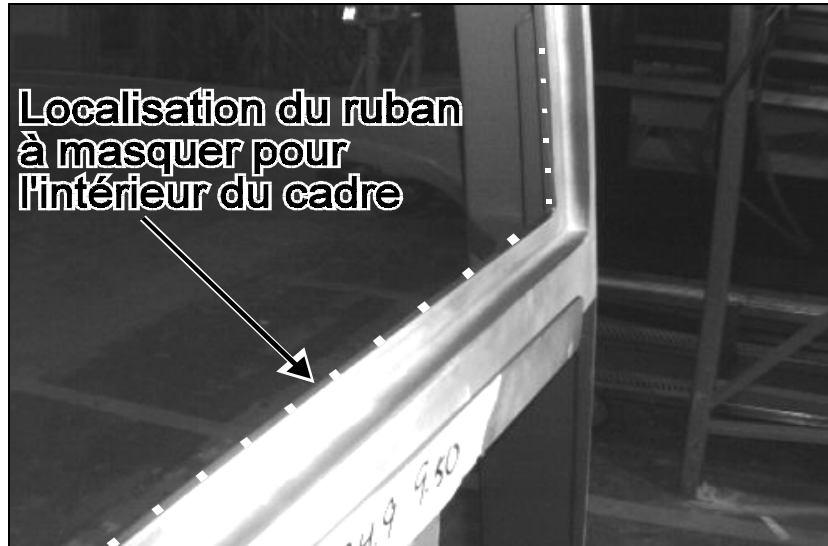

FIGURE 2: CADRE DE LA FENÊTRE
- Masquer le rebord du cadre de la fenêtre à l'intérieur du véhicule (Fig. 2).